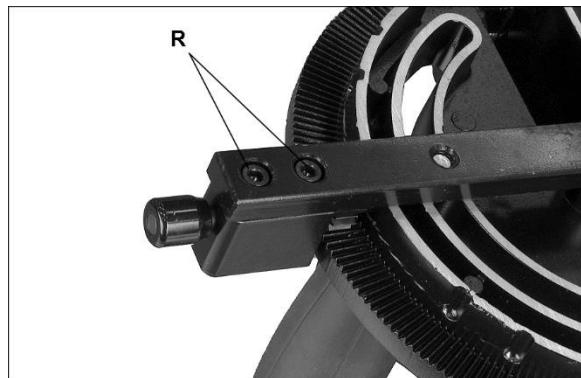

Рисунок 8-3
4. Отрегулируйте корпус (K), пока он не будет под прямым углом (90°) по отношению к пазу.
5. Затяните ручку фиксации (H).
6. Убедитесь, что индикатор шкалы (L) показывает 0°. Если это не так, ослабьте винт (P) и выставьте индикатор (L), на 0°. Затяните винт (P).
7. Если описанная выше процедура не обеспечит удовлетворительного выравнивания углового упора, ослабьте два болта (R, Рисунок 8-3) под опорной стойкой и сместите ее, если необходимо. По окончанию, затяните болты.